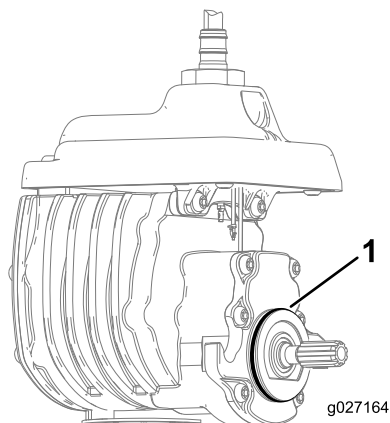

Figura 6
4. Montate l'o-ring sul motore dei cilindri (Figura 6).